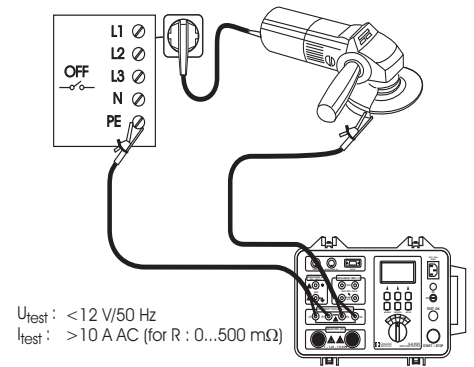

Abb. 14 - Anschluß der Prüfkabel
3. Prüfkabel an den Tester und an den Prüfling wie in der folgenden Abb. 14 gezeigt anschließen.